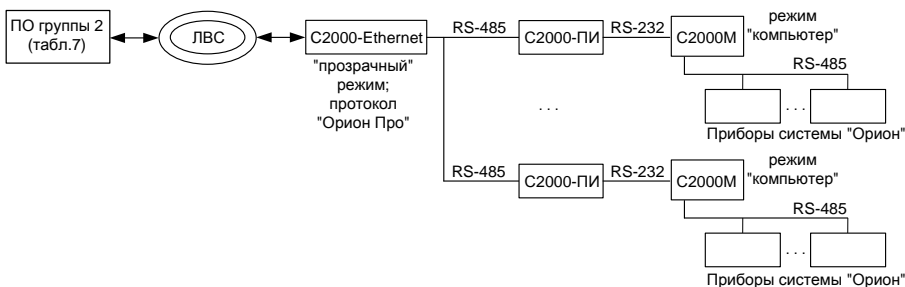

Рисунок 4 Схема подключения нескольких пультов «С2000»/«С2000М» к виртуальному порту через один C2000-Ethernet
***Примечание** – Обратите внимание, что через один «C2000-Ethernet» по интерфейсу RS-232 можно подключить только один пульт «С2000»/«С2000М». Для увеличения количества подключённых пультов используйте преобразователи интерфейсов RS-232/RS-485 «С2000-ПИ» (см. **Рисунок 4**).*